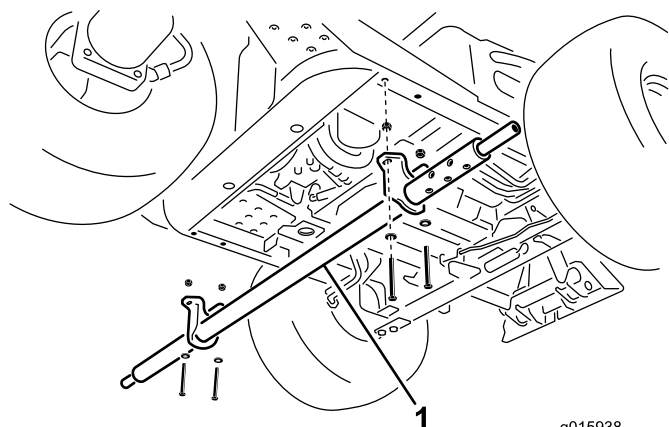

Figura 4
2. Prenda os suportes de montagem do tubo transversal aos tubos da estrutura com 4 parafusos (3/8 x 3 pol.), 4 anilhas planas e 4 porcas de bloqueio (3/8 pol.); consulte a Figura 4.
1. A partir do lado esquerdo da máquina, deslize o conjunto do tubo transversal sob a máquina, alinhando os furos de suporte de montagem com os furos em cada tubo de estrutura (Figura 4).